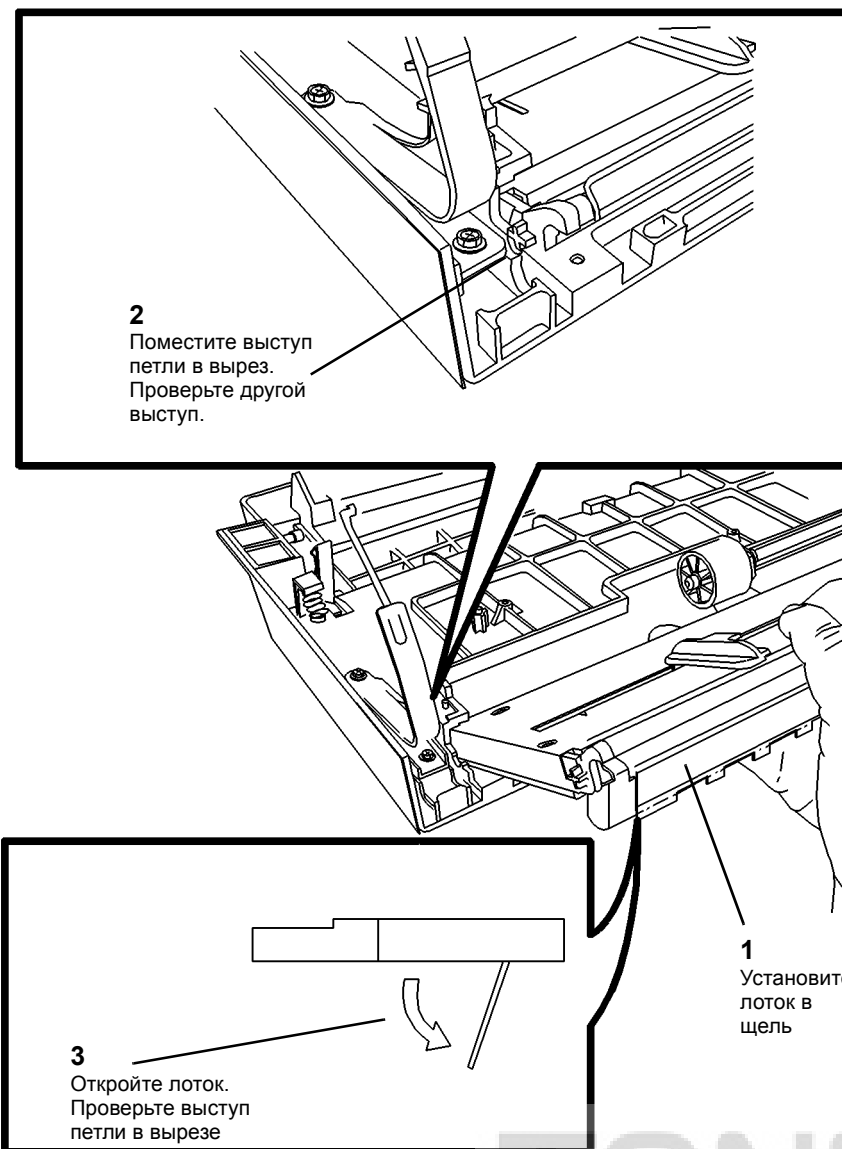

Рисунок 4 Установка обходного лотка
1. Установите обходной лоток на левую дверцу (Рисунок 4).